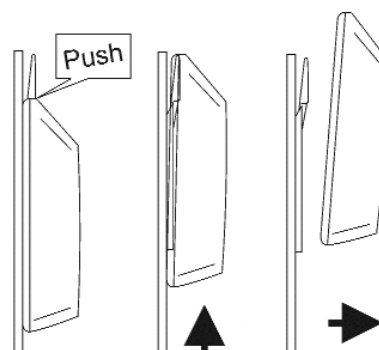

Fig. 4
4. Pour retirer l'afficheur pressez doucement la languette du support et faites glisser l'interface vers le haut jusqu'à ce qu'il se détache du support (Fig. 4).